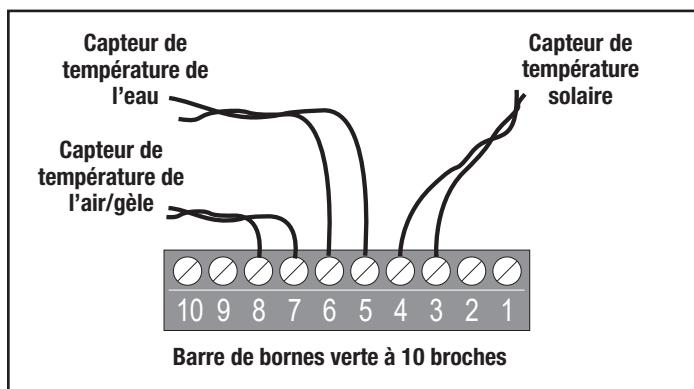

Figure 20. Câblage du capteur de température pour une combinaison piscine/spa
- Passez le fil jusqu'à la centrale électrique, en passant par le circuit à basse tension. Coupez l'excédent de fil. Dénudez la gaine du fil de 15,24 cm (6 po), puis dénudez chaque fil de 6 mm (1/4 po). Connectez les fils du capteur à la barre de bornes verte à 10 broches (voir la figure 20).